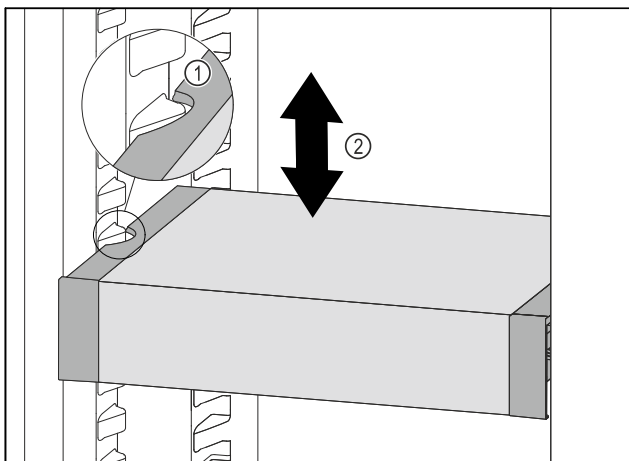

Fig. 116
- ▶ Потягнути VarioSafe вперед, поки бокові заглиблення VarioSafe не опиняться на рівні ребра для резервуара в охолоджувальному відділенні. Fig. 116 (1)
- ▶ Пересувайте VarioSafe вгору або вниз в охолоджувальному відділенні до тих пір, поки не досягнете бажаної висоти. Fig. 116 (2)